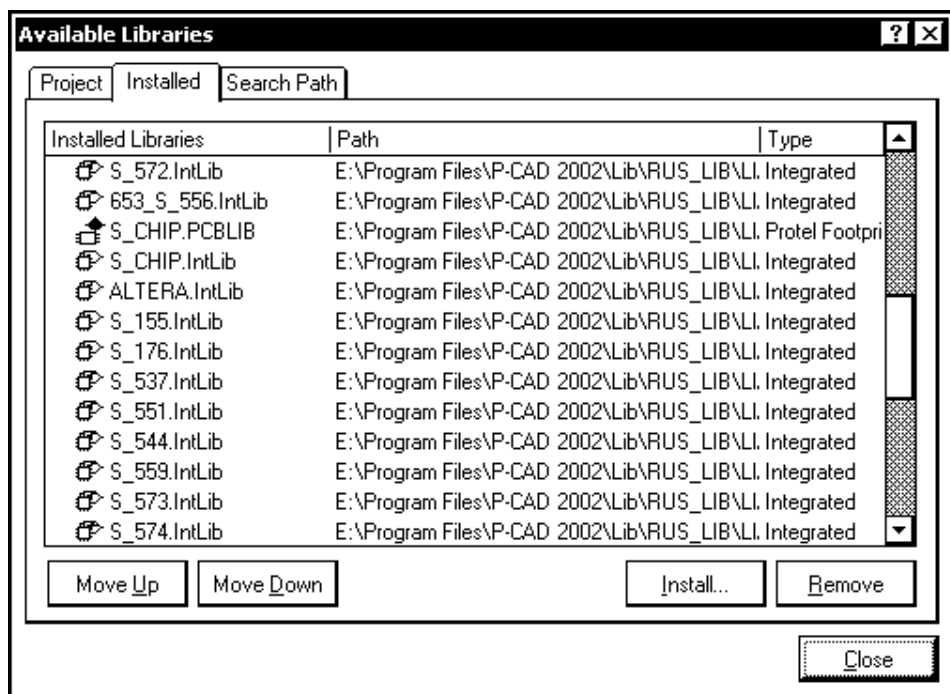

Рис. 2.25. Диалог включения библиотек
2. Для присоединения недостающих библиотек щелчком на кнопке **Libraries** в верхней части панели нужно открыть окно со списком установленных библиотек **Installed Libraries** (рис. 2.25).
4. Кнопкой **Close** (Заккрыть) в окне (см. рис. 2.25) завершить подключение библиотек.
Для исключения библиотек из проекта следует вызвать диалоговое окно **Available Libraries** (см. рис. 2.25), указать в нем ненужные библиотеки и удалить их из списка кнопкой **Remove** (Удалить).